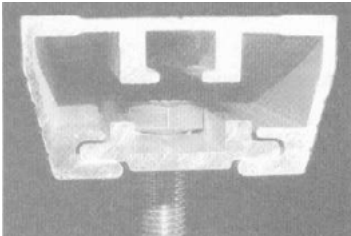

Bild 2
2. Stecken Sie die 8 mm Schrauben in die Gleitplatten. Schieben Sie die Platte in die Aluschiene. Siehe Abbildung 2.